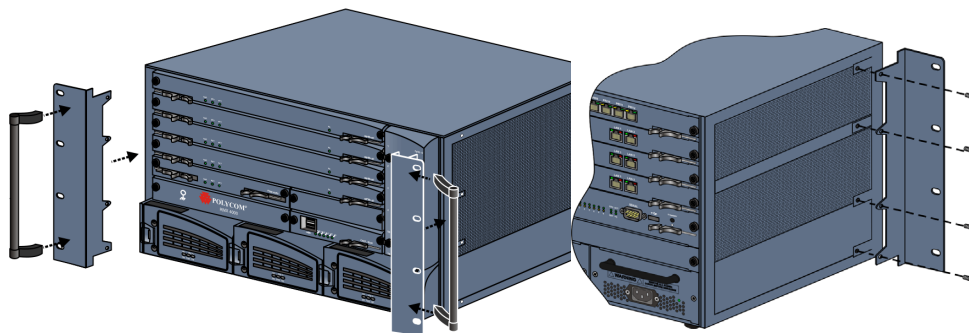

Рис. 1-5 Установка рукояток и кронштейнов и подробная иллюстрация установки кронштейнов 23"
- 2 После удаления установите кронштейны 23", поставляемые в наборе *принадлежностей для монтажа в стойку*, и прикрепите рукоятки к кронштейнам 23". Это изображено на Рис. 1-5.